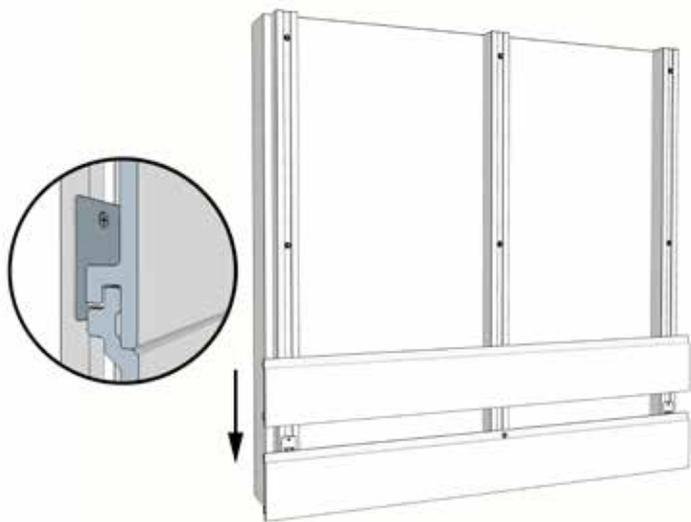

Figura 6
- 4 Instala el segundo panel, como se muestra en la Figura 6: